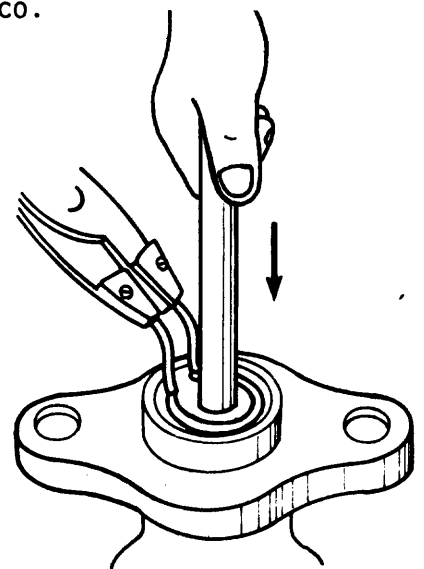

Fig. 1
- b Saque el seguro, presionando el pistón para evitar que salte por efecto de la tensión del resorte y, una vez retirado el seguro, suéltelo lentamente (fig.1).